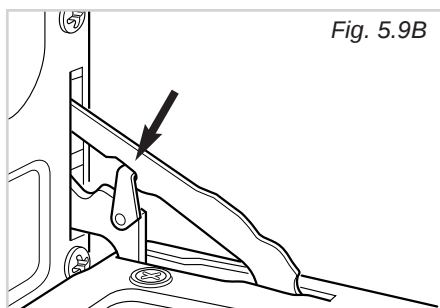

Fig. 5.9B
- Agganciare l'anello di ritegno all'apposito dente delle cerniere destra e sinistra (fig. 5.9B).